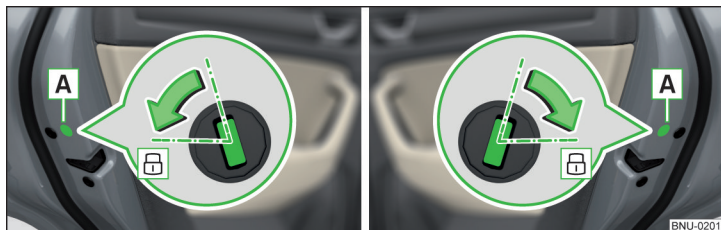

Abb. 333 Tür links / Tür rechts
- › Bei Fahrzeugen mit der Blende **A** diese Blende entfernen » Abb. 333.